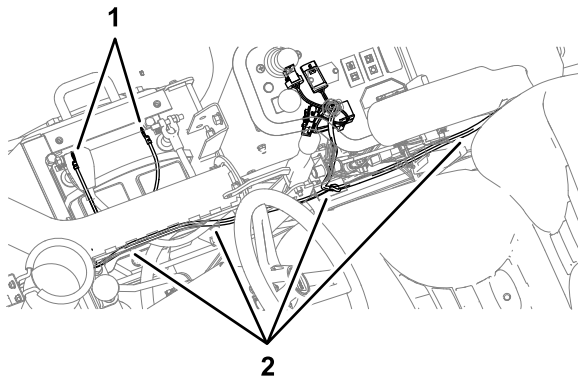

Bild 11
3. Den Kabelbaum an der Unterseite der Steuerkonsole entlang und nach hinten zum Überrollbügel verlegen (Bild 11).